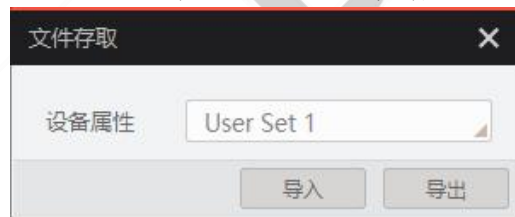

图8-10 导入或导出
2. 在弹出的文件存取对话框中，选择需要存取的设备属性，单击导入或导出即可，如图8-10所示。